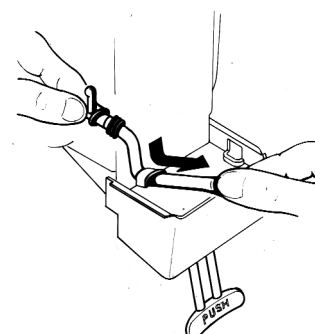

figure 13
- 2 - Enfiler le tuyau du robinet dans son siège horizontal sur le fond du réservoir (voir figure 13).